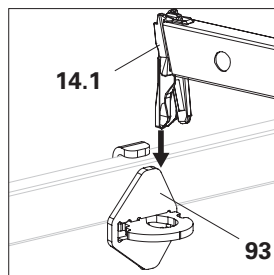

Fig. A11.06i
4. Agganciare dall'alto il corrente orizzontale (**14a**) nel supporto corrente UHA (**93**). (Fig. A11.06i)